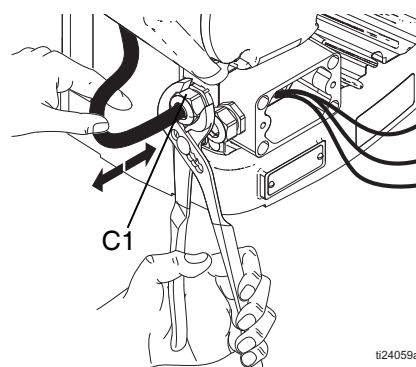

Fig. 18: Afloje la brida del cable
8. Utilice una llave ajustable para aflojar la brida del cable (C1) del ventilador. Consulte la FIG. 18 en la página 15.